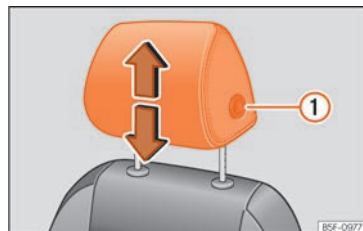
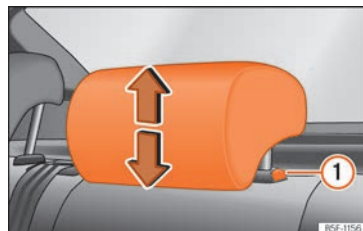

Fig. 72 Asiento delantero: regulación del apoyacabezas.
Fig. 73 Apoyacabezas trasero: regulación del apoyacabezas.
- Agarre el apoyacabezas con ambas manos por los lados y empuje hacia arriba hasta encajarlo en la posición deseada. Para bajarlo, haga la misma acción, pulsando el botón lateral ① » » fig. 72 , » » fig. 73 .